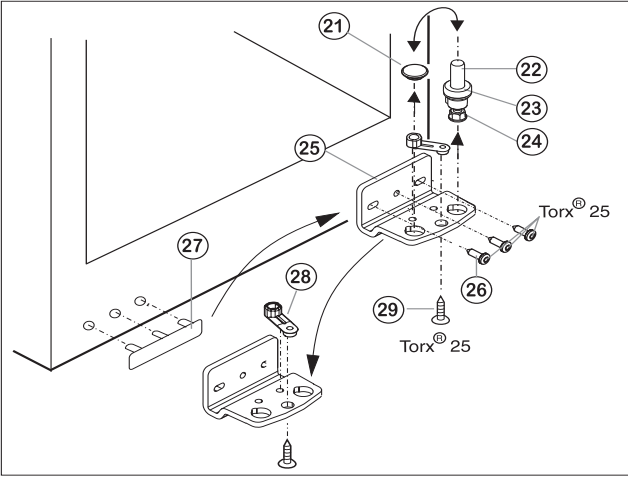

Fig.3
- Извлеките опорный винт Fig. 3 (22) в комплекте с шайбой Fig. 3 (23) и регулируемой опорой Fig. 3 (24), вытягивая его вверх.
- Снимите пробку Fig. 3 (21).
- Открутите Fig. 3 (26) опорный кронштейн Fig. 3 (25).
- Открутите Fig. 3 (29) опорную деталь Fig. 3 (28) и, переставив в отверстие на противоположной стороне опорного кронштейна, снова прикрутите.
- Осторожно снимите и переставьте на противоположную сторону крышку со стороны ручки Fig. 3 (27).
- Снова прикрутите опорный кронштейн Fig. 3 (25) на новой стороне шарнира (с моментом 4 Нм). При необходимости используйте аккумуляторный шуруповерт.
- Переставьте пробку Fig. 3 (21) в свободное отверстие.
- Вновь установите опорный винт Fig. 3 (22) в комплекте с шайбой и регулируемой опорой. При этом фиксатор должен быть направлен назад.